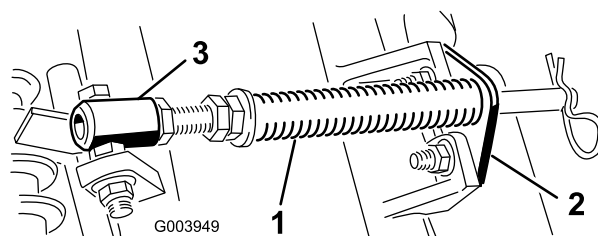

Рисунок 10
- A. Выверните два каретных болта и две гайки, которые крепят кронштейн штока к выступам режущего блока (Рисунок 10).
- B. Выверните фланцевую гайку крепления болта трубки пружины к выступу несущей рамы (Рисунок 10)